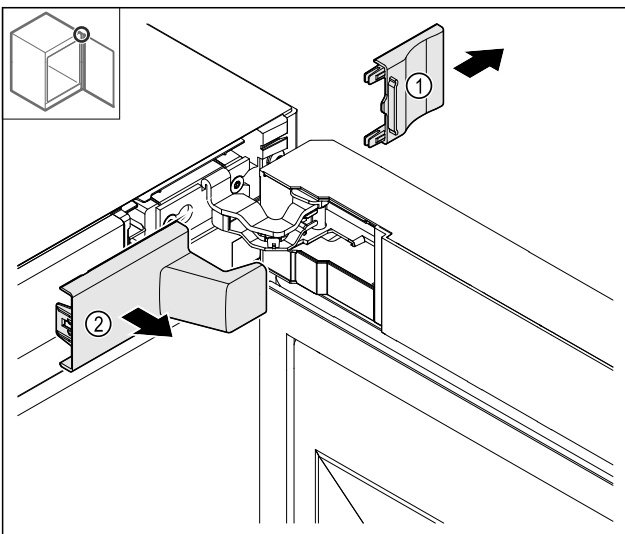

Fig. 13
- ▶ Retirar la cubierta Fig. 13 (1) y, a continuación, Fig. 13 (2).